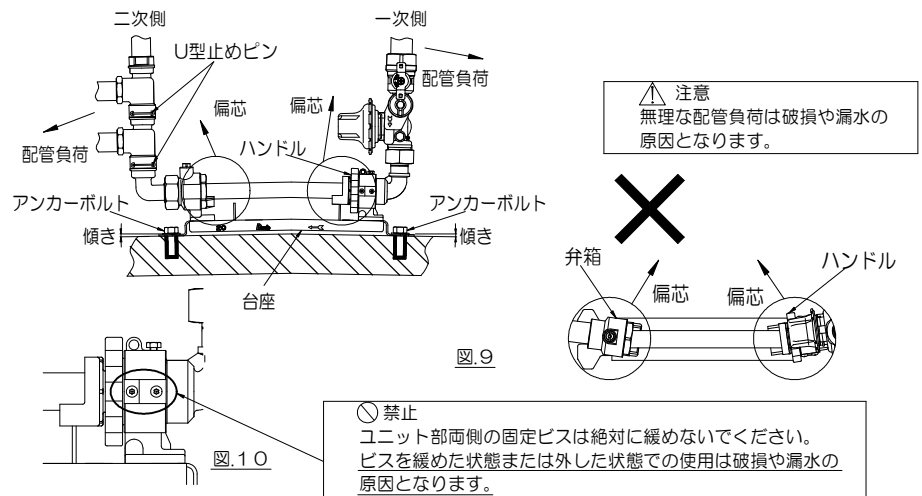

図.9
- ・コンクリート地面に本製品を直接設置する場合も「②施工手順メータユニット台座部設置」と同様ですが、オプション部品の防振ゴムを架台の下に取り付け、設置面との緩衝材にすることを推奨致します。
- 2.メータユニット一次側・二次側の配管接続の際は、無理な芯合せをしないよう注意してください。(図.9)